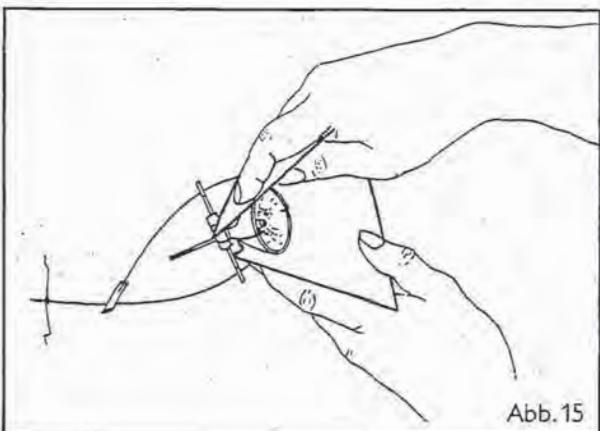

Abb. 15
- 1.** Legen Sie das Element so vor sich, daß Sie in die Öffnung des Reflektors blicken. Umschließen Sie den Reflektor mit der Blende und formen Sie dabei einen Trichter. Stecken Sie die Ecklasche der Blende durch den Schlitz (Abb. 15). Achten Sie darauf, daß die Laschen der Blende auf eine der Drahtbügelspitzen ausgerichtet sind.